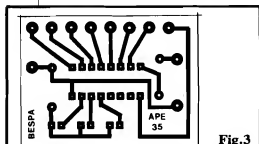

Fig. 3
- FIG. 3 - COMPONENTES E INFORMAÇÕES DE PINAGEM - A esquerda da figura o Leitor encontra os dados "visuais" quanto ao Integrado 7485 (que ainda não foi utilizado em montagens de APE, portanto merece uma "avant
- FIG. 3 - LAY OUT DO CIRCUITO IMPRESSO - Em tamanho natural (escala 1:1) a figura